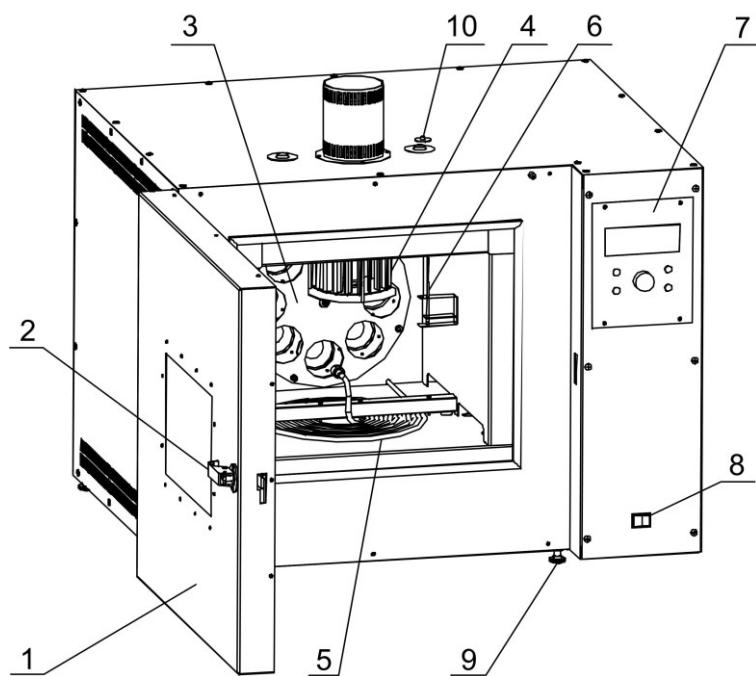
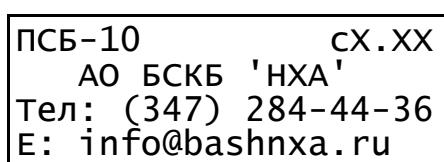

Рисунок 1 – Общий вид печи (вид спереди)
Рисунок 4 – Окно загрузки
- 3.3.1 Включить печь тумблером «Сеть» 8 (см. рисунок 1, страница 4). На дисплее отобразится окно загрузки (см. рисунок 4), где Х.ХХ – конфигурация программного обеспечения.
- 5) режим работы печи – непрерывный. После окончания работы печь выключается тумблером "Сеть" 8 (см. рисунок 1, страница 4);